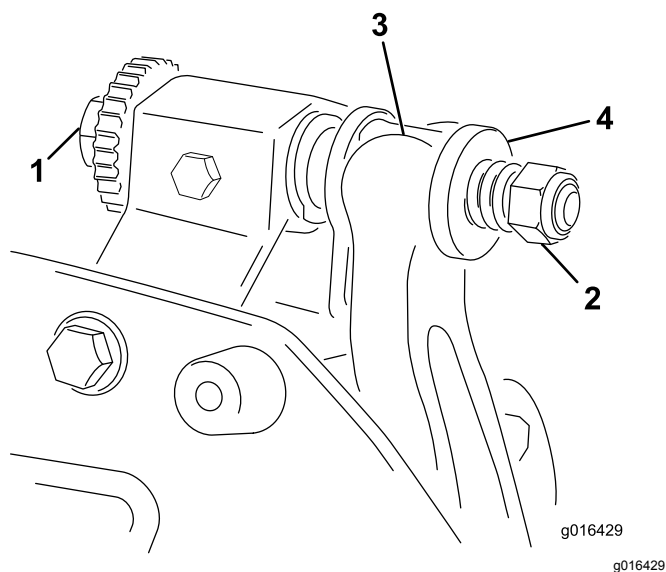

Figure 20
1. Tournez la vis de réglage de la barre d'appui dans le sens antihoraire pour éloigner la contre-lame du cylindre (Figure 20).
2. Faites sortir l'écrou de tension du ressort jusqu'à ce que la rondelle ne soit plus tendue contre la barre d'appui (Figure 20).
1. Montez la barre d'appui en positionnant les languettes de montage entre les rondelles et la vis de réglage de la barre d'appui (Figure 20).